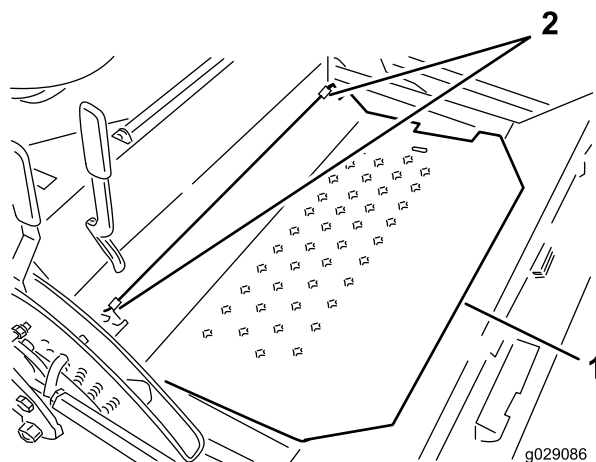

Figura 34
6. Una a placa do banco à estrutura instalando os pinos de articulação (Figura 34).